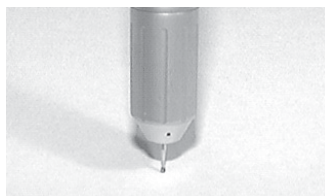
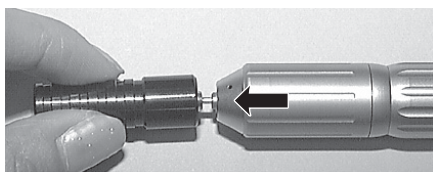

Fig. 12
Fig. 13
- 1) Puisque la griffe de la pièce à main PRESTO AQUA est de type à enfoncer, placez des fraises FG de  $\varnothing 1,6\text{mm}$  et enfoncez-les conformément à la Fig.12. Enfoncez une fraise dont l'extrémité est effilée à l'aide de la clé d'insertion de fraise, comme l'illustre la Fig.13.